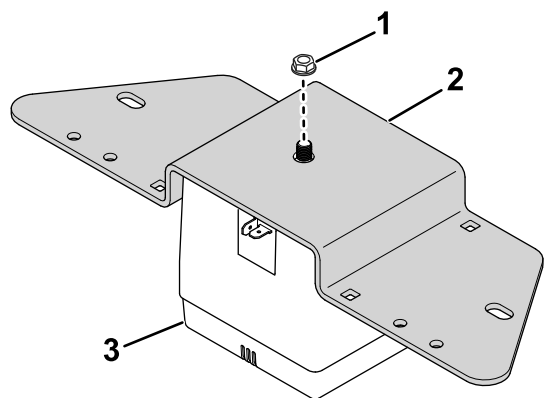

Figura 25
13. Utilizzate il dado esistente sull'avvisatore acustico per fissare l'avvisatore acustico alla relativa staffa di montaggio (Figura 25).